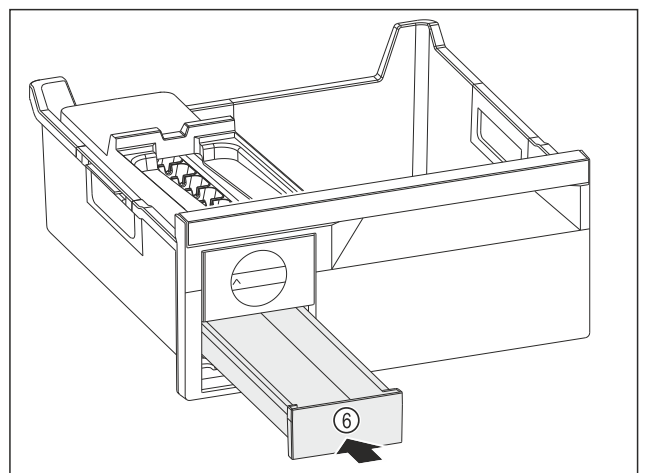

Fig. 84
- ▶ Spingere verso l'interno il cassetto del ghiaccio Fig. 84 (6).